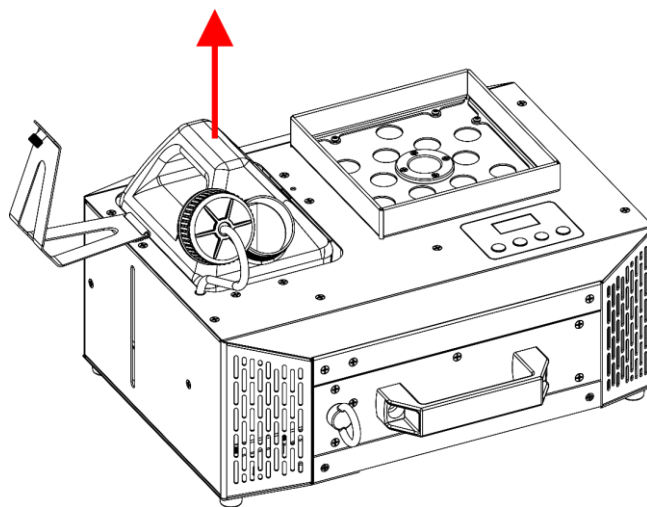

Fig. 41
- 05) Retirez le **réservoir de liquide (02)**, comme indiqué sur la Fig. 41.